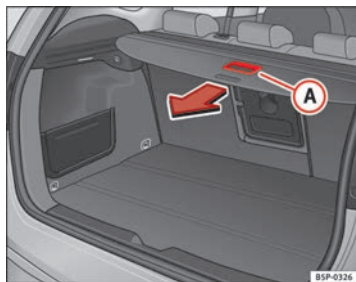

Fig. 124 Accionamiento bandeja portaobjetos
- Tire hacia atrás de la bandeja con el tirador **A** hasta percibir un “clik” ⇒ fig. 124.